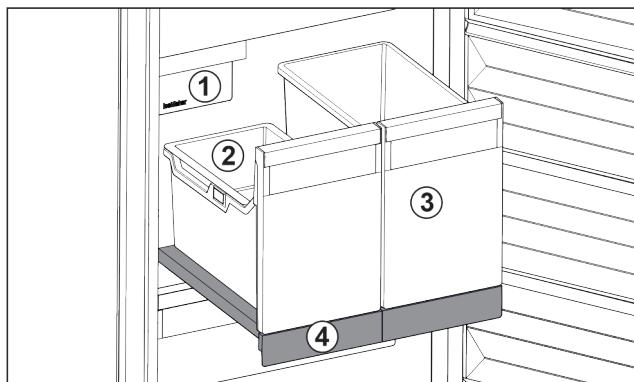

Fig. 24 Vyťahovacia polička s IceTower
- (2) Závesná miska na kocky ľadu
- (4) Vyťahovacia polička
Na vyťahovacej poličke sú dve vysoké nádoby (IceTower). V nádobe Fig. 24 (2) sa hromadia a skladujú kocky ľadu z IceMaker. Nádoba Fig. 24 (3) sa hodí na skladovanie vysokých potravín, ako sú pizze alebo alkoholické nápoje.